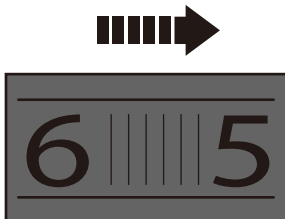

Fig. 21
- > Desplace el selector de velocidad (1) hacia la derecha (visto desde la posición del operador) para incrementar la velocidad máxima (Fig. 21). Un ajuste mayor es adecuado cuando se lija con papel de lijado de grano fino para conseguir un acabado fino.